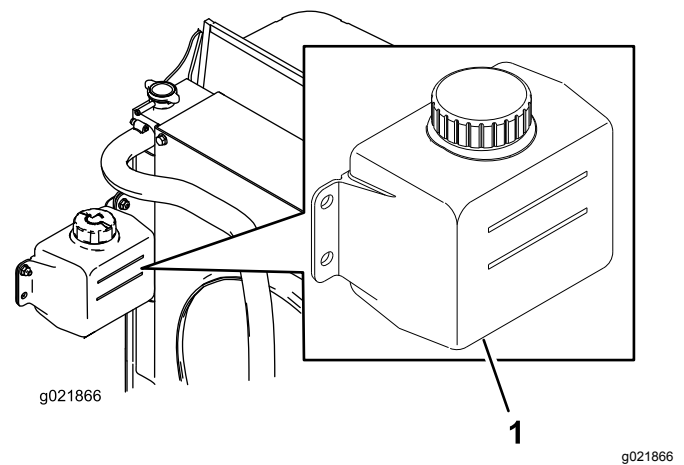

Bild 94
1. Prüfen Sie den Kühlmittelstand im Ausdehnungsgefäß (Bild 94).